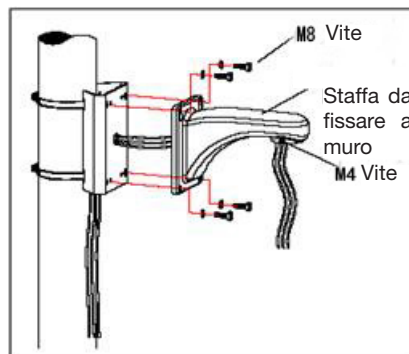

Fig. 10
b. Come mostrato in Fig. 10, passare i cavi attraverso l'accessorio di montaggio su palo prima di fissare a muro la staffa.